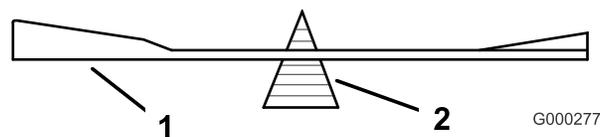
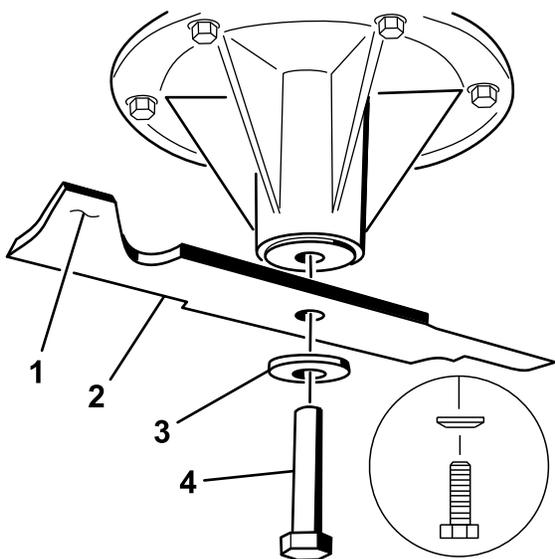

Figure 93
Figure 94
2. Vérifiez l'équilibre de la lame en la plaçant sur un équilibreur (Figure 93). Si la lame reste horizontale, elle est équilibrée et peut être utilisée. Si la lame est déséquilibrée, limez un peu l'extrémité de la partie relevée seulement (Figure 94). Répétez cette procédure jusqu'à ce que la lame soit équilibrée.
1. Placez la lame sur l'axe (Figure 94).
2. Mettez en place la rondelle élastique et le boulon de la lame. Le côté bombé de la rondelle élastique doit être dirigé vers la tête du boulon (Figure 94). Serrez le boulon de lame à un couple de 115 à 150 Nm (85 à 110 pi-lb).